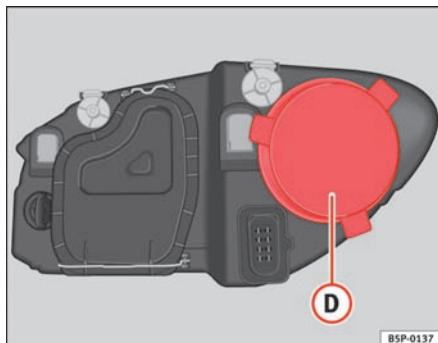

Fig. 161 Positionslys
- Træk dækslet ⇒ fig. 161 ① af.